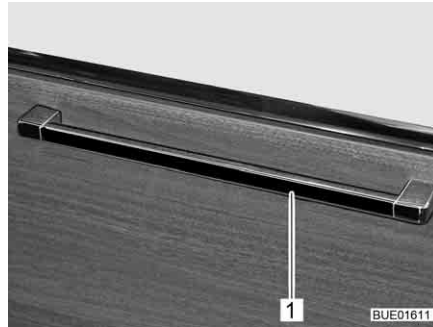

Fig. 43 Sportello del mobile con maniglia di sbloccaggio
- Premere la maniglia di sbloccaggio (Fig. 43,1) verso l'alto, di lato o verso il basso, a seconda della posizione di montaggio, e tenerla premuta.